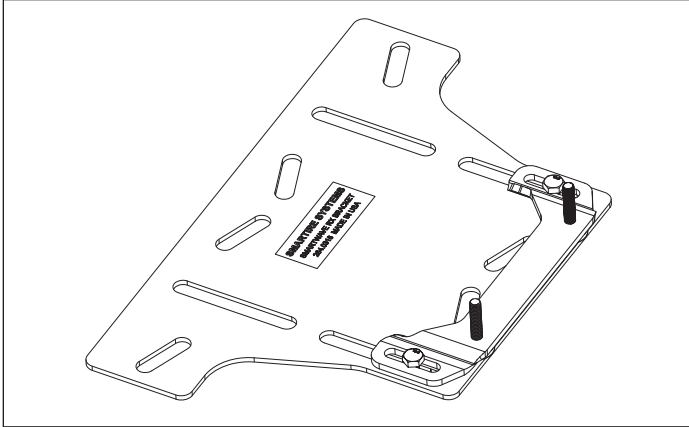

Figure 7 - Support d'adaptateur
1. Montez le support de l'adaptateur fourni à l'emplacement où le BCE d'origine a été monté. Les goujons doivent se trouver à l'avant, là où le faisceau d'origine est entré dans le BCE. Laissez les boulons de fixation desserrés. Voir figure 7.